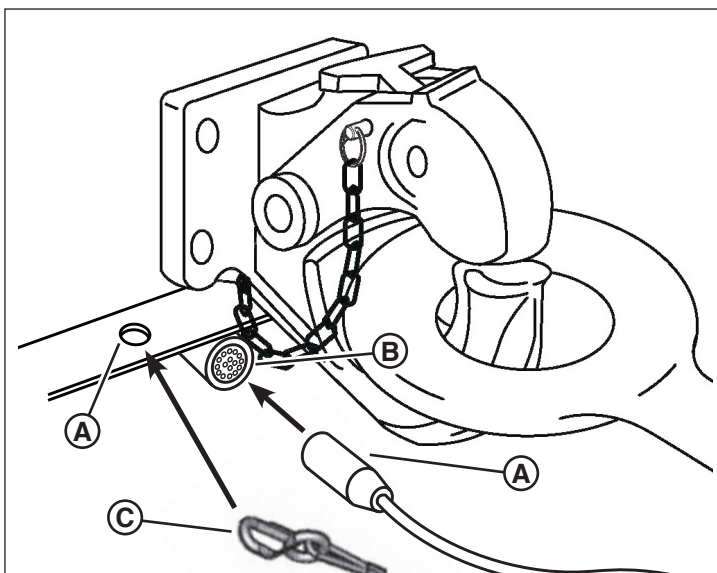

Figure 8
7. Connecter le connecteur d'éclairage de la remorque (A, Figure 8) au connecteur du véhicule remorqueur (B). S'assurer que le faisceau d'éclairage de la remorque a suffisamment de longueur pour empêcher la déconnexion dans un virage, mais pas trop afin que le faisceau n'entre pas en contact avec la surface de la route. Vérifier le bon fonctionnement des feux de freinage, feux de direction, feux arrière, feux latéraux et éclairage de la plaque d'immatriculation.
8. Connecter le câble de l'interrupteur de frein de décrochage (C, Figure 8) au véhicule remorqueur (D). Voir « Système de frein de décrochage » pour des informations détaillées sur le système de frein de décrochage.
*REMARQUE : Certains câbles d'interrupteur de frein de décrochage offrent un mousqueton qui s'accroche à la pochette de la chaîne de sécurité. Voir la figure 8.*